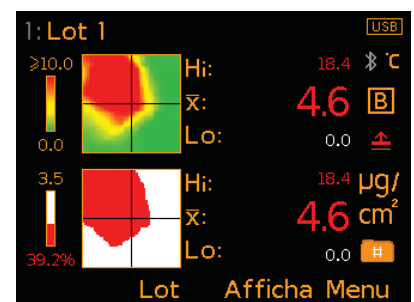

Fig. 8: Carte densité sel & Carte succès/échec
- **Carte densité sel (Fig. 8)** : représentation visuelle de la densité de contamination saline sur la zone de test. Les niveaux de sels solubles sont représentés par une échelle de couleur vert-rouge : vert pour les très faibles concentrations de sel ou les zones non contaminées, orange pour les zones à concentration moyenne, et rouge pour les zones où les niveaux de contamination dépassent la plage d'échelle définie pour la carte.